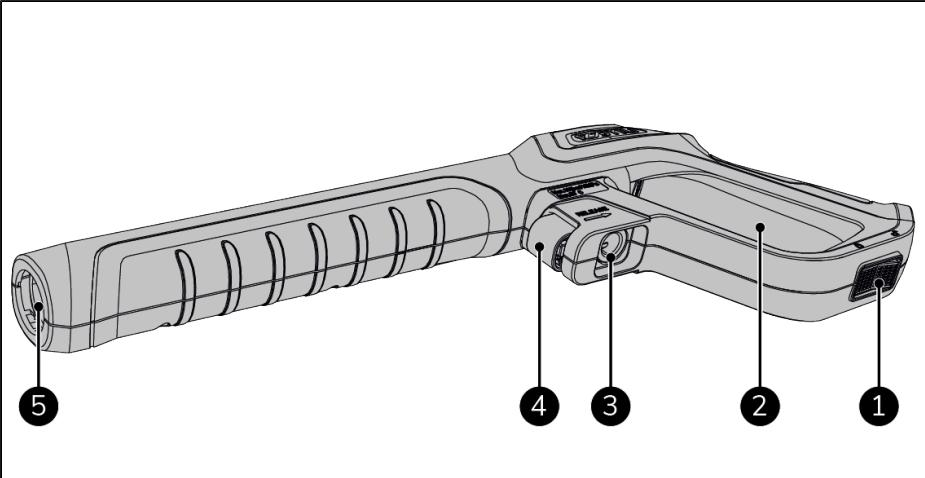

Figure 68.
- Débloquez le verrouillage de sécurité sous la gâchette (Figure 68, pos. 1).
4. Appuyez sur la gâchette (Figure 68, pos. 2) pendant plusieurs secondes pour évacuer l'air du tuyau.
3. Appuyez sur la gâchette (Figure 68, pos. 2) et commencez à nettoyer.
1. Le cas échéant, relâchez la gâchette (Figure 68, pos. 2).
2. Bloquez le verrouillage de sécurité sous la gâchette (Figure 68, pos. 1).